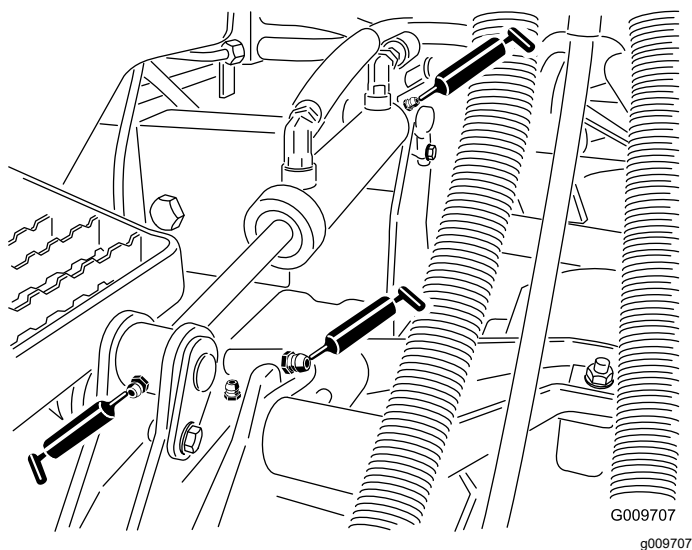

Figura 46
- Pouzdra zvedacích ramen (1 na žací jednotku), viz Figura 46.
- Pouzdra zvedacího válce (2 na žací jednotku), viz Figura 46.